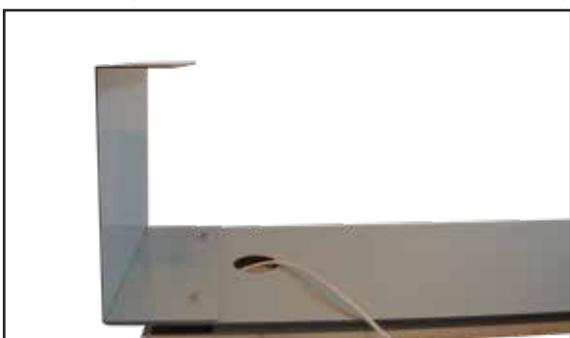

Abb. 08: Standfußteil C montieren
7. Standfußteil C mit der breiten Seite auf die unteren Gewindebolzen und Standfußteil A stecken. Je eine Sechskantmutter aufschrauben und festziehen (Abb. 08).